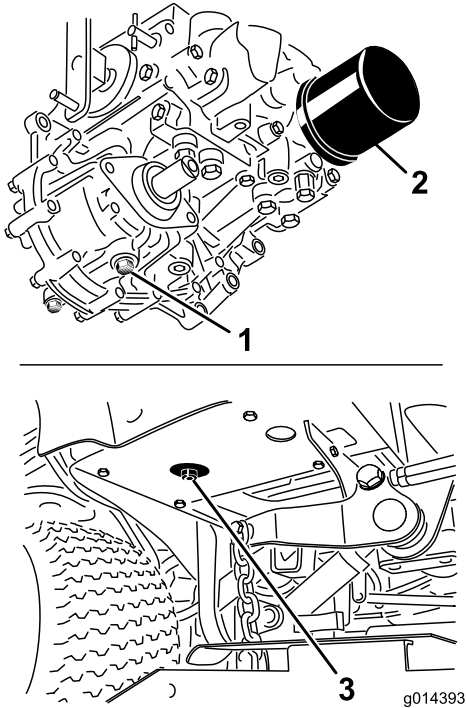

图51
4. 清洁液压油过滤器周围的区域然后取下过滤器图51。
3. 在液压油箱和变速箱下放一个大放油盘拔出排油塞排出所有液压油图51。